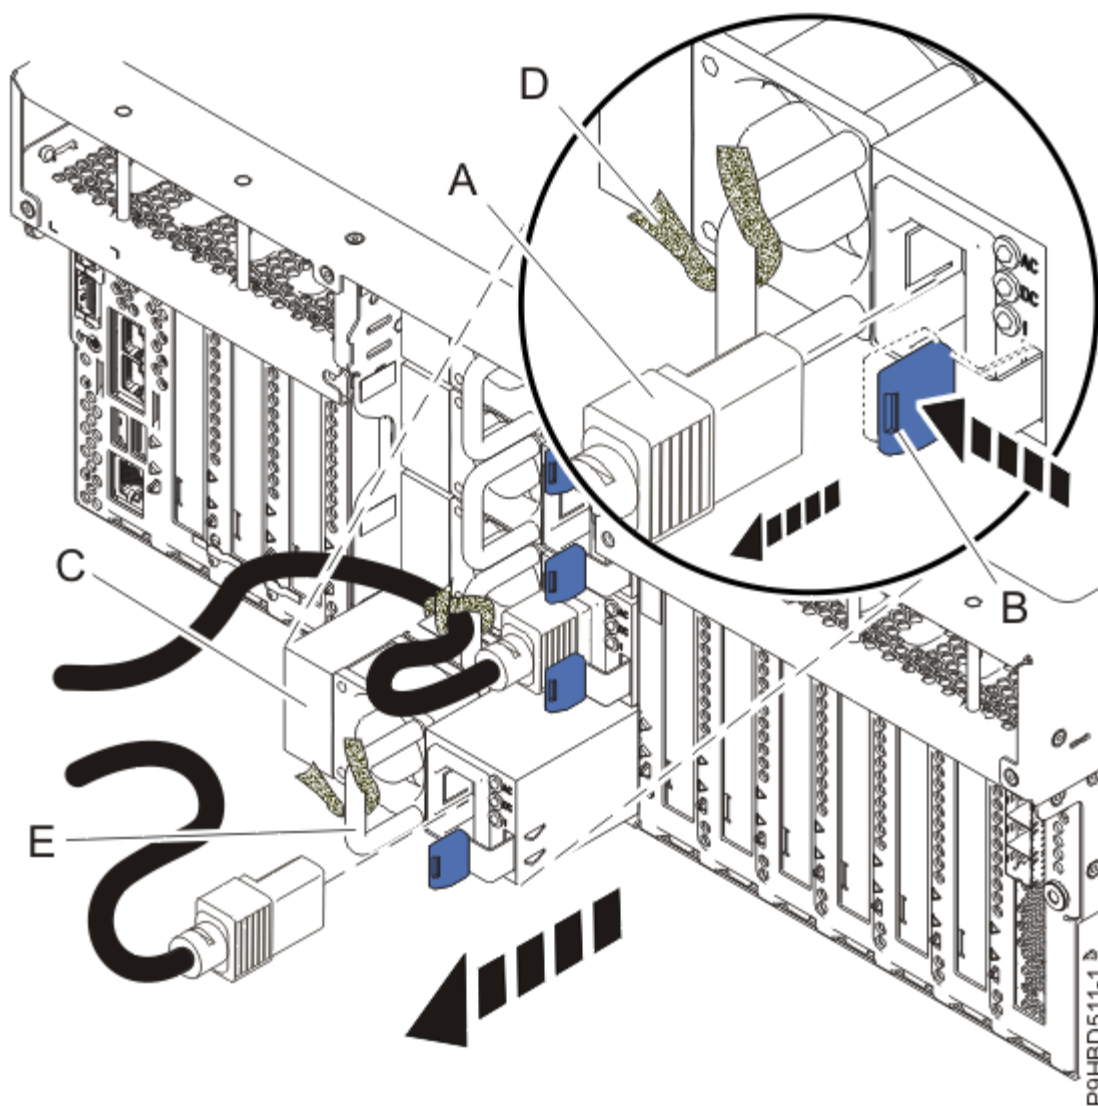

Figura 8. Remover uma fonte de alimentação
Consulte o tópico Figura 8 na página 10. Não remova o cabo de alimentação do braço de gestão de cabos.
3. Para remover a fonte de alimentação; conclua os seguintes passos. Consulte o tópico Figura 8 na página 10.